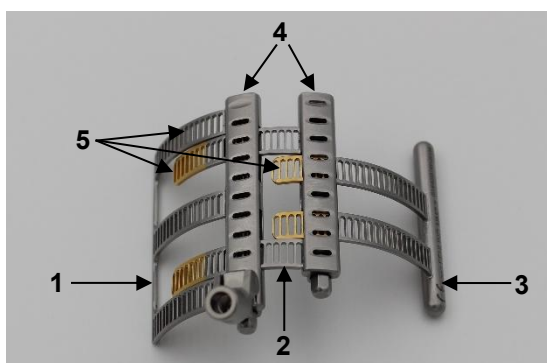

Abb. 16a: Treede Maxposition Blatt
Abbildung 16a zeigt das Treede Maxposition Blatt, welches sich aus drei unterschiedlich großen Elementen zusammensetzt. Es besteht aus einem Basiselement (1), einem primären Element (2) und einem sekundären Element (3) (Abb. 16b).